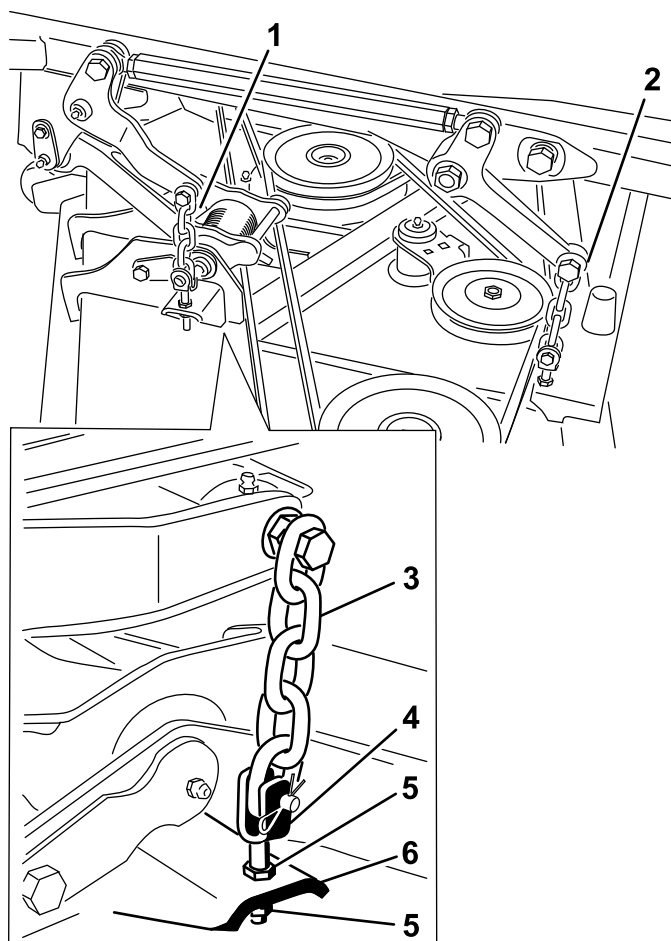

Figura 26
8. Ajuste as porcas de retenção que prendem as forquilhas/correntes da unidade de corte ao cortador até que a unidade de corte fique nivelada (Figura 26).